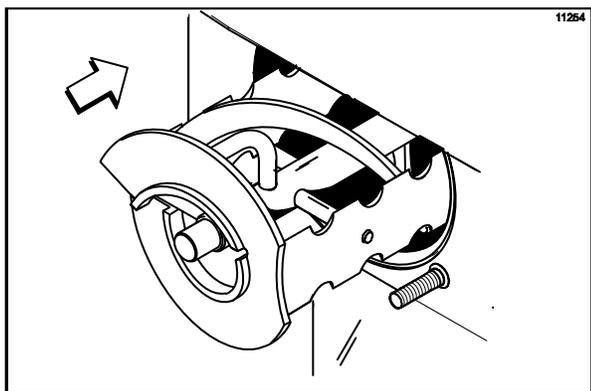

图 114
4. 将刮刀放在刮刀架上，将刮刀架插入冷冻缸，将轴端牢固地插入轴套。（见图 114。）